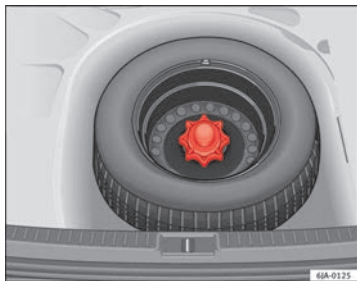

Abb. 130 Notrad: hochgeklappter Ladeboden
- Heben Sie den Ladeboden an und halten Sie ihn in dieser Position, um das Notrad herausnehmen zu können ⇒ Abb. 130.